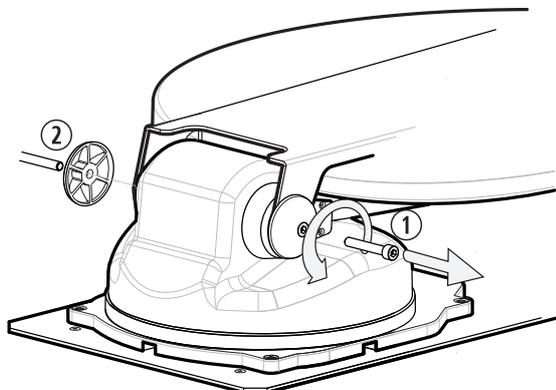

Abb. 17
! Schrauben Sie vorsichtig unter Verwendung des 6 mm Inbusschlüssels die seitlichen Schrauben der Motorgruppe ab ①. Entfernen Sie die Schrauben und die Sperr-Ringbeschläge ② (Abb. 17).